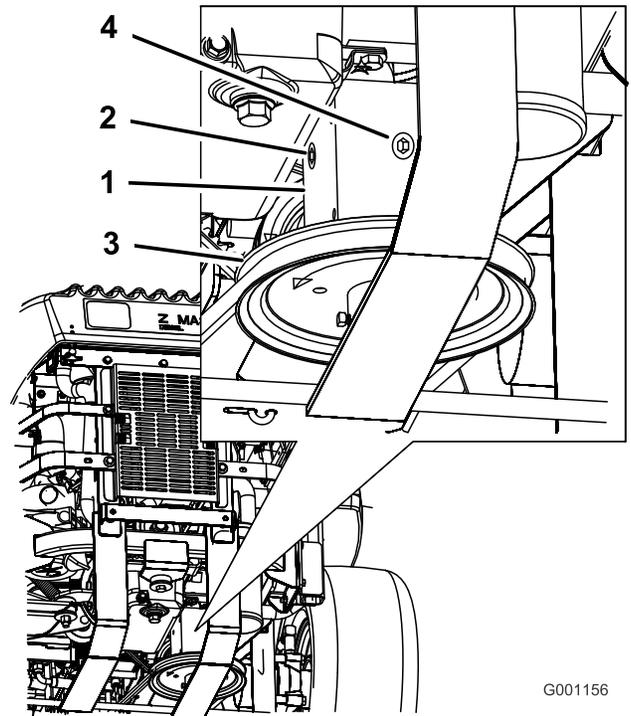

Figura 75
3. Retire el tapón lateral o trasero de la caja de engranajes (Figura 75).